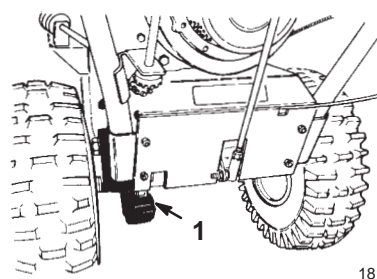

Figure 33
2. Lubrifiez légèrement la chaîne d'entraînement avec un lubrifiant spécial (Fig. 33).